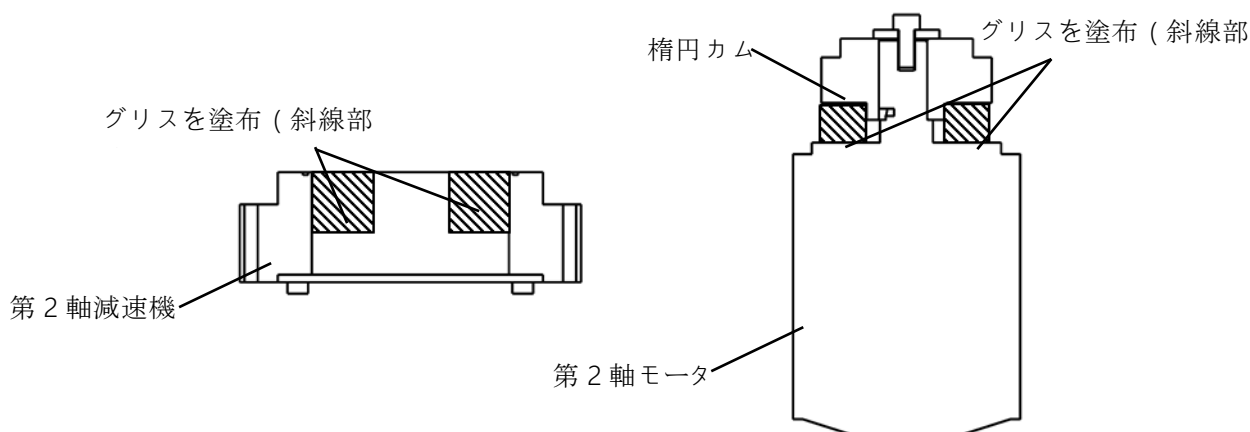

図 7.52 第2軸減速機のグリス塗布
- 4) 第2軸減速機本体の内側に表 7.13 グリスの塗布量に示す量のグリスを図 7.52 第2軸減速機のグリス塗布に示す様に塗布します。また、第2軸モータ側も同様にグリスを塗布します。